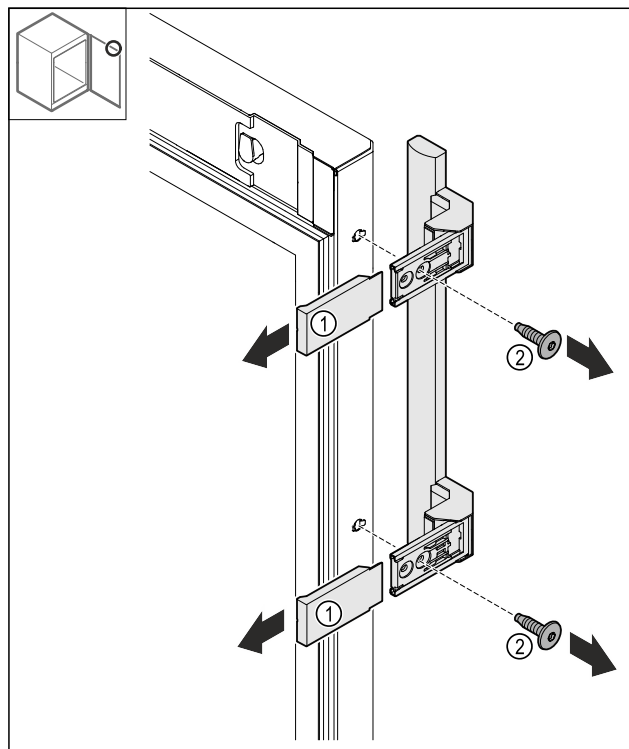

Fig. 18
- Togliere le coperture Fig. 18 (1).
- Allentare le viti Fig. 18 (2).